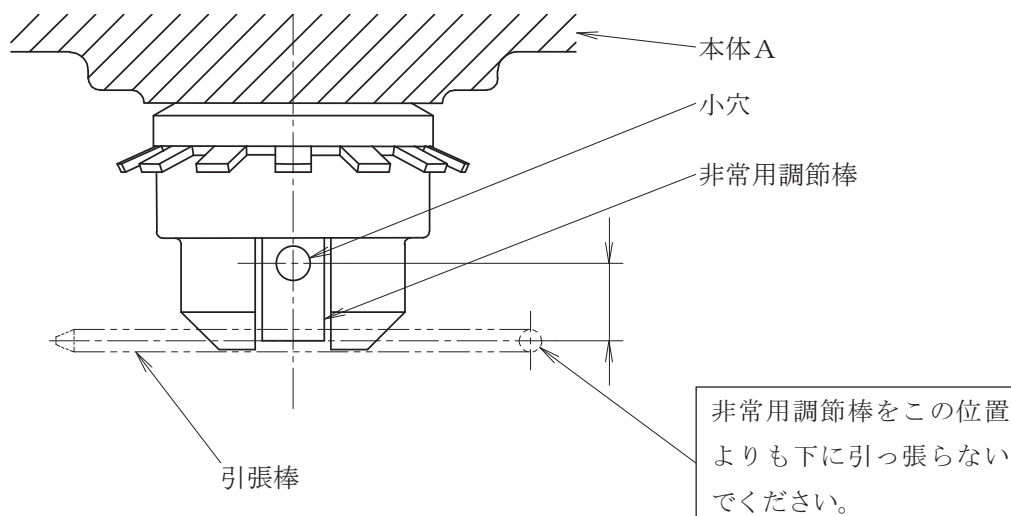

図5 非常用調節棒
- (1) 本体Aの下に非常用調節棒があります。正常の作動の場合には非常用調節棒を使用する必要はありません。この調節棒は、非常の場合、例えばセンサが破損したために流体温度が異常に上昇したような場合のみ使用します。
- (2) エレメントが正常に作動しているかどうかは非常用調節棒の下端の動きを見ると分かります。
- (3) 非常用調節棒を引っ張ったり回転し易いよう引張棒が付属しています。通常は引張棒を非常用調節棒に差し込まず、ぶら下げておいてください。調節すべき流体の温度が異常に上昇したとき、非常用調節棒の小穴に引張棒を差し込んで下に引張り、90度右に回転して固定します(図5参照)。これで流路Aと流路Cとが強制的に連絡されてクーラーや冷却塔に通水し流体の過熱を防止することができます。